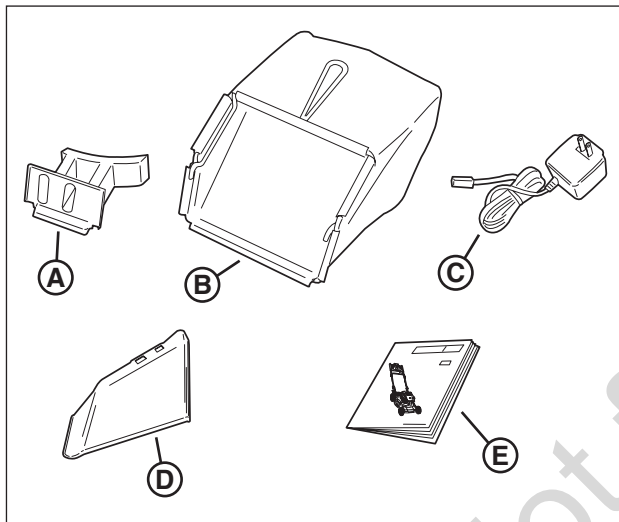

Figure 1: Articles fournis
- Obturateur de déchetage (**A**, **Figure 1 - installé**)